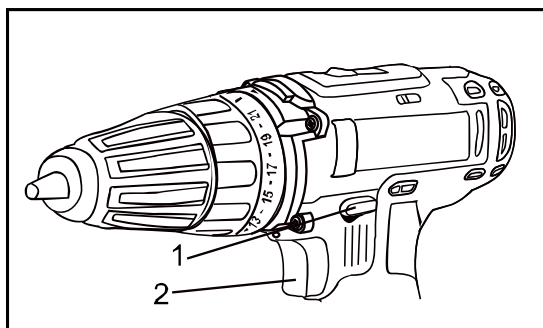

Рис.5
Переключатель направления вращения (1) расположен над кнопкой включения (2) (Рис. 5). Для вращения по часовой стрелке переключите его влево, для вращения против часовой – вправо.